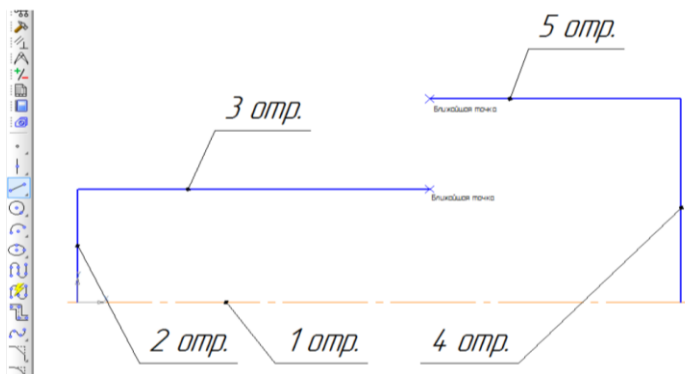

Рис. 94 – Пример выполнения пункта 7
7. В компактной панели инструментов выберите панель **Геометрия** ниже активизируйте команду **Отрезок**. С помощью мышки установите курсор в начало координат и нажмите левую кнопку мыши, координата первой точки зафиксируется. Введите длину второго отрезка 50, угол 90. Третий отрезок длиной 100, угол 0, координата первой точки равна координате второй точки второго отрезка. Четвертый отрезок – длиной 90 и значением угла 90, координата первой точки равна координате второй точки первого отрезка (осевая линия). Пятый отрезок – длиной 100, угол 180 координата первой точки равна координате второй точки четвертого отрезка (рисунок 94).